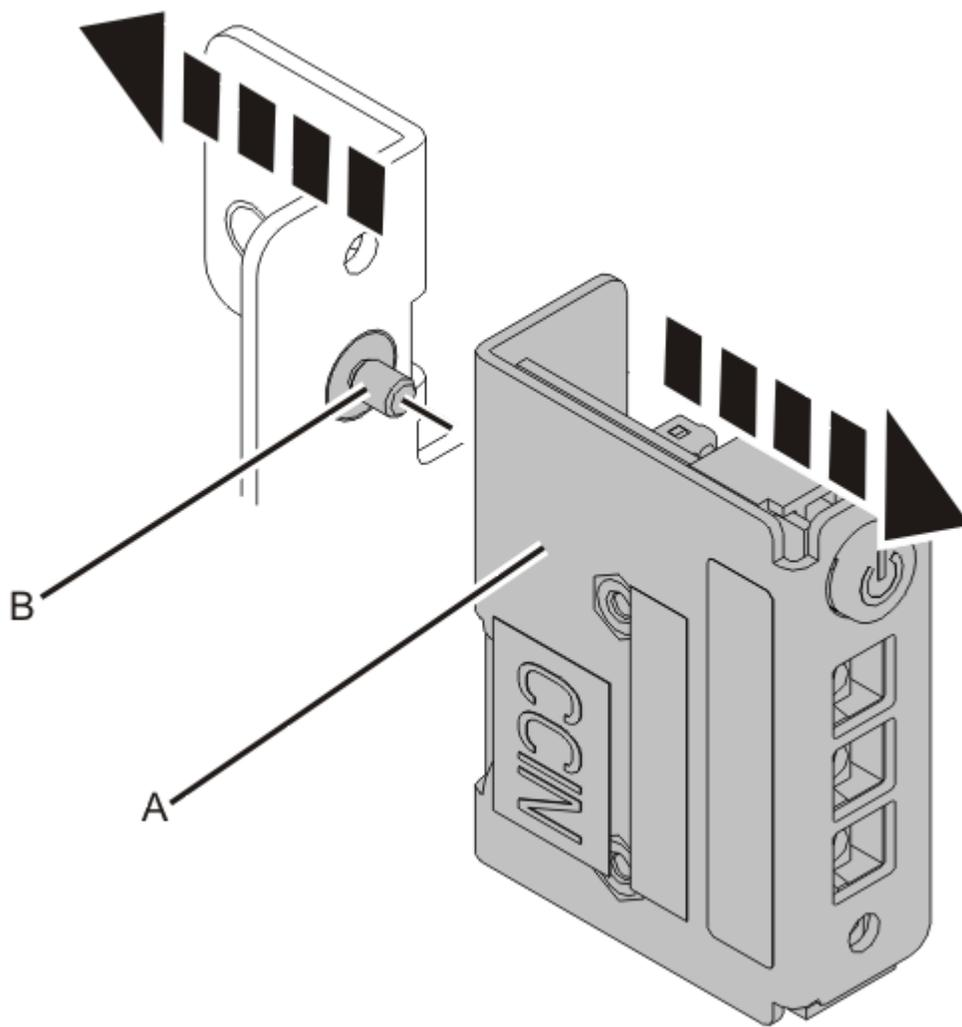

Figura 64. Extracción del panel de control de la abrazadera para un sistema montado en bastidor
4. Para un sistema montado en bastidor, afloje el tornillo **(B)** que fija el panel de control **(A)** a la abrazadera, tal como se muestra en la Figura 64 en la página 69.